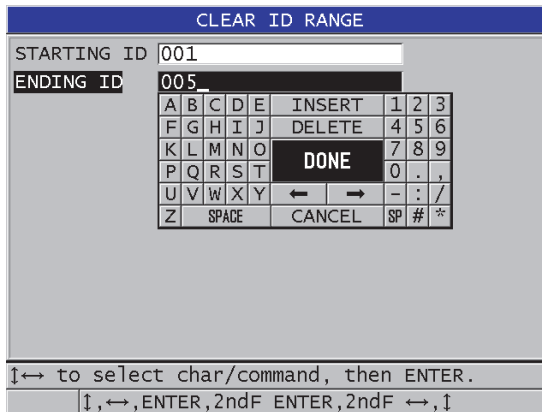

Figura 11-21 Supresión de la serie de números de identificación (ID) en un archivo activo
3. En la pantalla **BORRAR RANGO ID (CLEAR ID RANGE)** [ver Figura 11-21 en la página 222]: